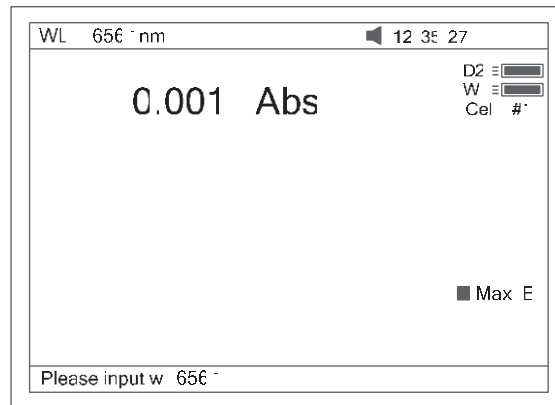

Fig 10
- Use el teclado numérico para introducir el valor de longitud de onda (Fig 10).